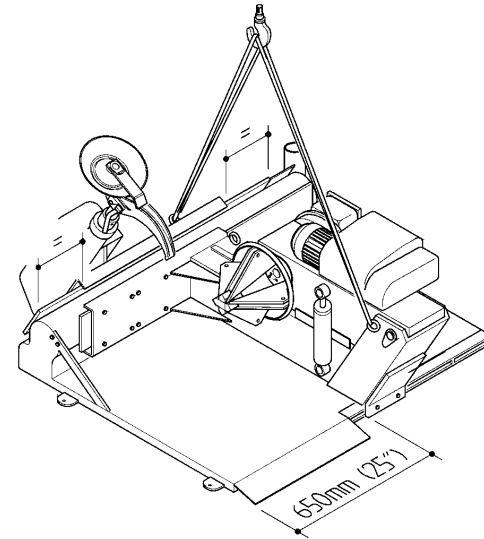

Рис. 11
- В.** Перед подъемом станка убедитесь, что зажимное устройство полностью закрыто, что зажимной рычаг находится в крайнем нижнем положении, патрон зажимного устройства и монтажный рычаг находятся в позиции согласно Рис. 11.
соответствующей длины и прочности (300 см - 10') (Рис.11).